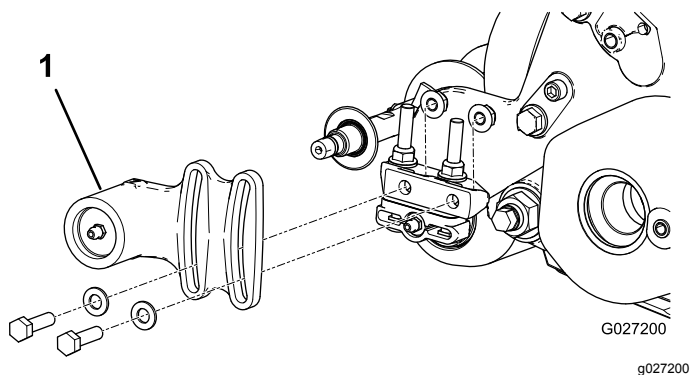
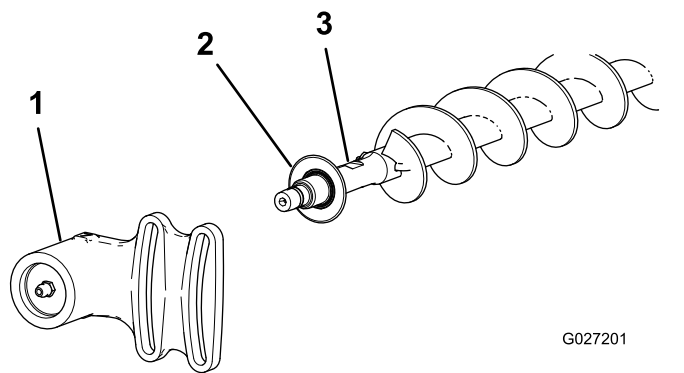

Рисунок 18
Рисунок 19
1. Если на режущем блоке установлена щетка катка, выверните 2 болта, снимите шайбы и гайки крепления корпуса подшипника не приводной стороны к монтажному кронштейну корпуса подшипника (Рисунок 18 и Рисунок 19).
2. Сдвиньте корпус подшипника не приводной стороны и защитное уплотнение с вала щетки (Рисунок 19).
9. Установите защитное уплотнение и корпус подшипника неприводной стороны на вал щетки (Рисунок 19).